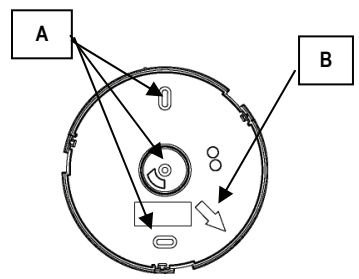

Fig. 2
- 2) Fixez la base du détecteur au plafond en utilisant les emplacements prévus « A » (fig. 2), et en la positionnant de façon à ce que la flèche « B » (fig. 2) soit orientée vers la centrale.